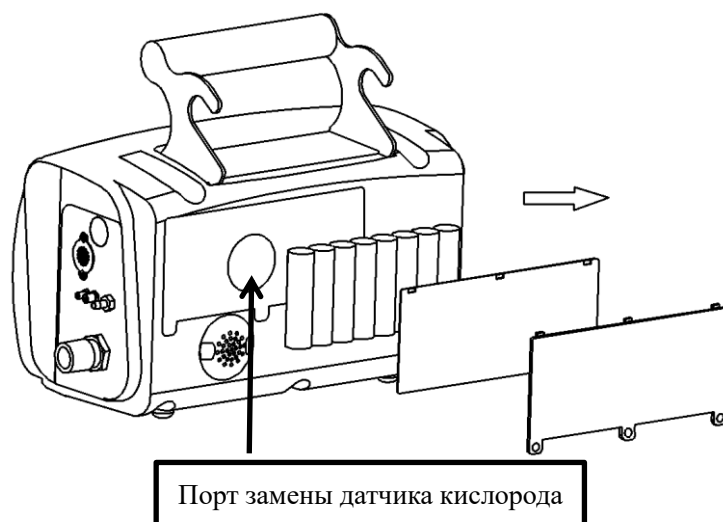

Рисунок 7-7 Замена датчика кислорода
- 1) Выкрутите три крепежных винта крышки батарейного отсека аппарата ИВЛ с помощью крестообразной отвертки и откройте крышку батарейного отсека, чтобы увидеть отверстие для замены датчика концентрации кислорода (рис. 7-7).